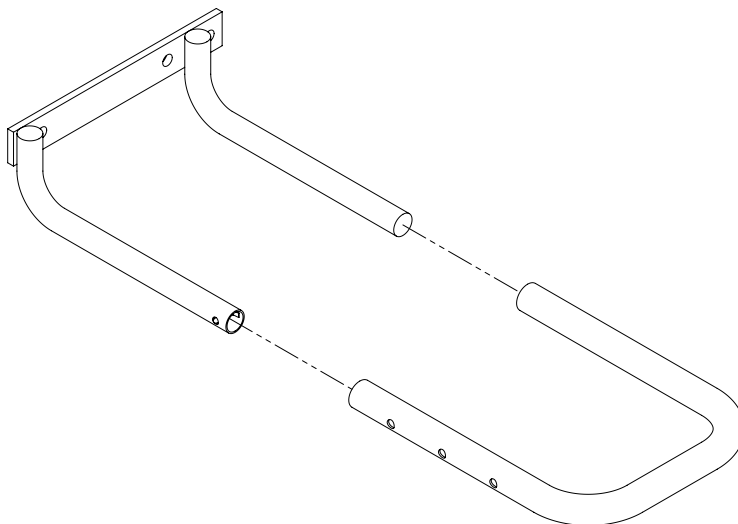

Figure 3 : Enlever le tube de positionnement du support pour roue
3. Appuyez sur la goupille de positionnement et enlevez le tube de positionnement coulissant du support pour roue (voir figure 3).